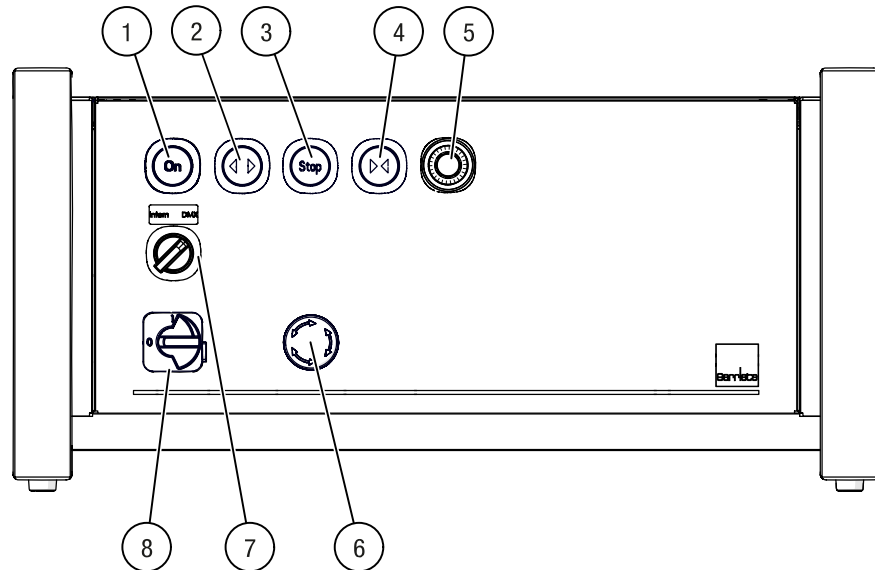

Abb. 25: Vorderseite – Steuerung G-FRAME 54
Die Steuerung G-FRAME 54 dient zur Ansteuerung des motorisierten Schienensystems. Sie ermöglicht das Bewegen des Vorhangs bzw. Kulissenmaterials entlang der Schiene sowie bei entsprechender Konfiguration die Einstellung der Fahrgeschwindigkeit. Die Steuerung kann in ein 19-Zoll-Rack integriert, an einer Wand befestigt oder auf einer Unterlage aufgestellt werden (siehe *Kapitel 5.6.1 Steuerung G-FRAME aufstellen* [► S. 73]). Die Steuerung gibt es mit Einstellung für fixe oder variable Geschwindigkeit. Bei der fixen Steuerung entfällt das Potentiometer (5/Abb. 25).
- Leuchtmelder Steuerung „ON“ (1/Abb. 25): Zeigt den Betriebszustand der Steuerung.
- Taste „Auf“ (2/Abb. 25): Das System bewegt sich in Fahrtrichtung „Auf“.
- Taste „Zu“ (4/Abb. 25): Bewegt das System in die Gegenrichtung.
- Taste „STOP“ (3/Abb. 25): Stoppt die Bewegung sofort.
- Potentiometer (5/Abb. 25): Regelt die Geschwindigkeit des Antriebs zwischen maximaler und reduzierter Geschwindigkeit.
- Not-Aus-Schalter (6/Abb. 25): Trennt im Notfall die Steuerung vom Stromnetz.
- Umschalter intern/DMX (7/Abb. 25): Wählt zwischen lokaler Bedienung und externer Ansteuerung.